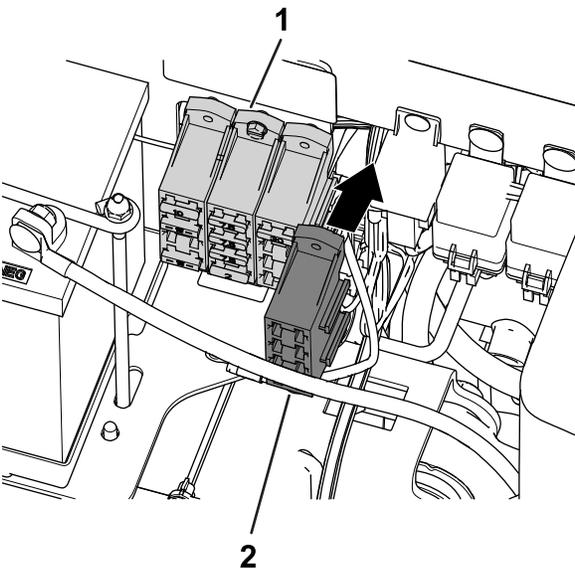

Figura 7
2. Instale o bloco de fusíveis do kit no bloco de fusíveis da máquina (Figura 7).